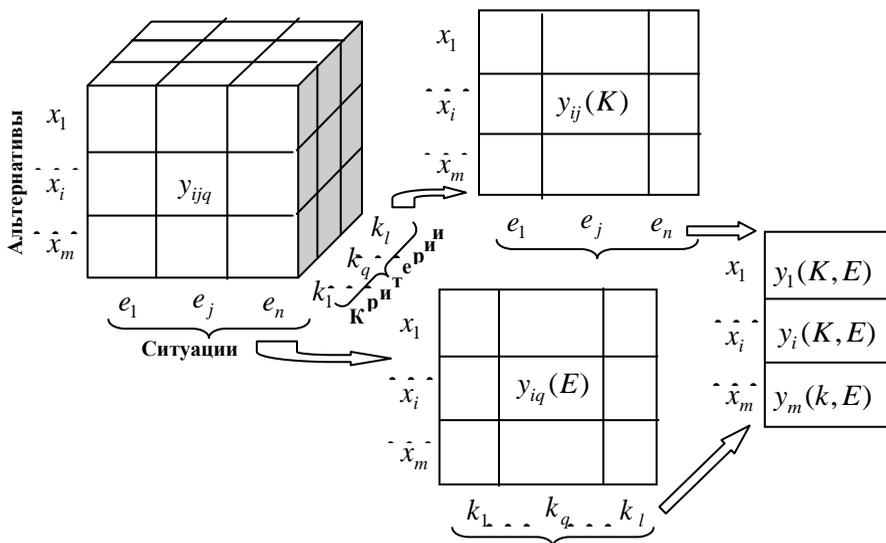

Рис.2.3 Схема получения интегральной оценки
2) по каждой альтернативе  $x_i, i = \overline{1, m}$  и по каждому критерию  $k_q, q = \overline{1, e}$  получают среднестатистическую оценку исходов  $y(x_i, k_q)$ , затем переходят к решению многокритериальной задачи ПР в условиях определенности. В целом, для построения модели интегральной оценки решений следует придерживаться следующей схемы (рис.2.3).